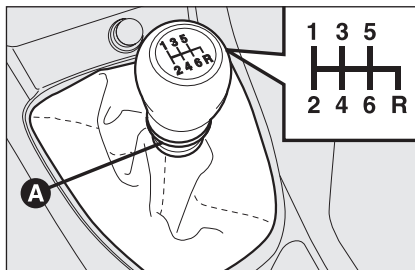
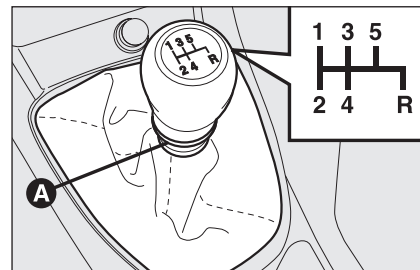
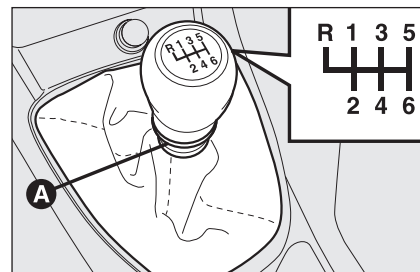

fig. 2
fig. 3
fig. 4
Para acoplar las marchas, pise a fondo el pedal del embrague y ponga la palanca del cambio en la posición deseada (el esquema para acoplar las marchas está representado en la empuñadura de la palanca **fig. 2**, **fig. 3** y **fig. 4**).
Para engranar la marcha atrás R desde la posición de punto muerto es necesario levantar la abrazadera deslizante **A-fig. 2**, **A-fig. 3** o **A-fig. 4** al mismo tiempo:
- ☐ mover la palanca hacia la derecha y a continuación hacia atrás (versiones 1.4i6v, 1.6 Multijet, 1.9 Multijet 16v) (**fig. 2**) y 1.9 Multijet 8v (**fig. 3**);
- ☐ mover la palanca hacia la izquierda y a continuación hacia delante (versiones 1.4 T-JET, 1.4 Turbo Multi Air, 2.0 Multijet) (**fig. 4**).